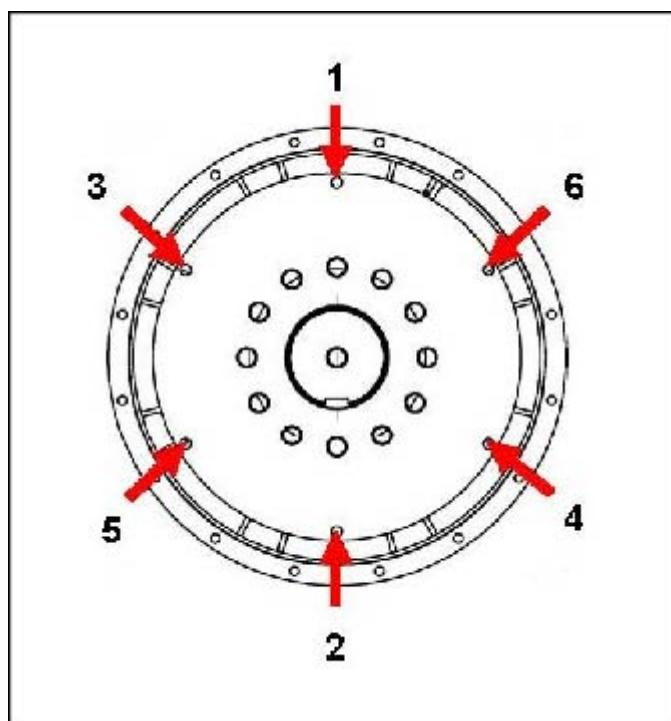

図 14. フライホイールへの固定手順
10. 表示の順番で、ボルトを締め付けて、カップリング ディスクをフライホイールに固定します。 図 14 ページ 25